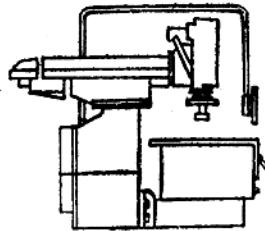

图1-2 滑枕式结构
2. 滑枕式 它的结构类似牛头刨床，如图1-2所示。此机床的结构比较简单，主